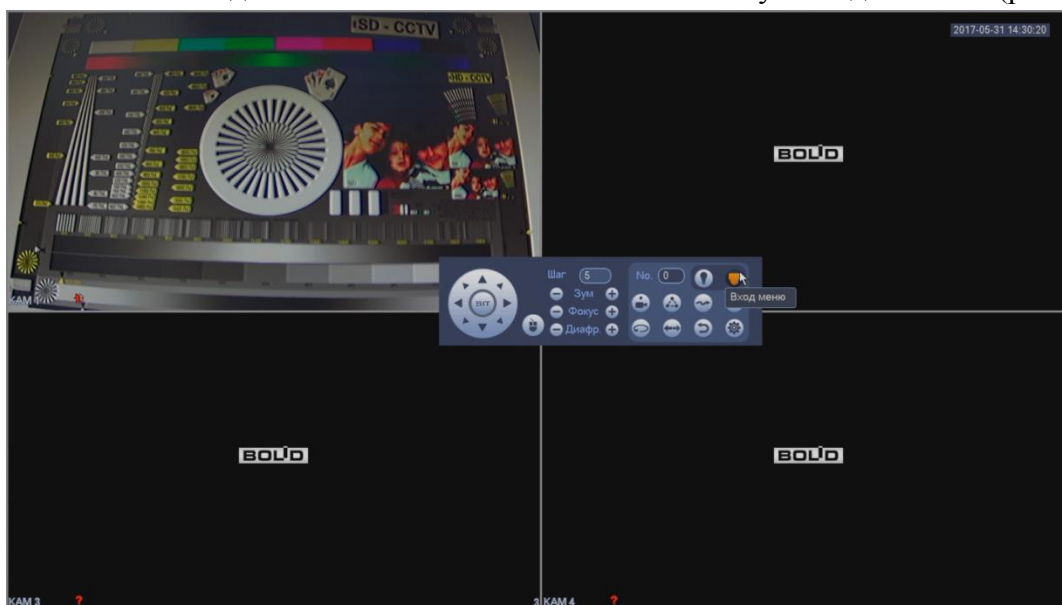

Рисунок 7.3
- в появившемся дополнительном меню нажмите кнопку «Вход в меню» (рис.7.3).